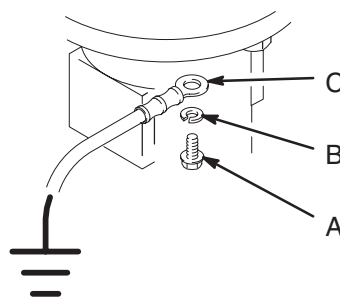

Abb. 2
Erdungsschraube (A) und Federring (B) entfernen. Siehe Abb. 2. Anschlussring (C) des Erdungsdrahtes mit Hilfe der Schraube und des Federrings am Rührwerk befestigen. Das andere Ende des Erdungsdrahtes mit einem guten Erdungspunkt verbinden. Zu bestellen: Erdungsdraht und Klemme, Teile-Nr. 222011.